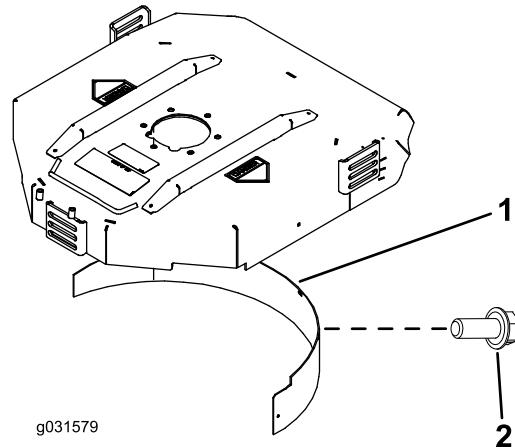

图 4
2. 将碎草隔板装入后开口内并使用 5 个凸缘头螺栓进行固定 图 4。